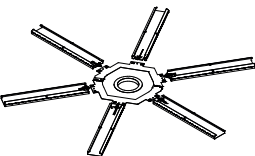

Fig 3
- 3- Prendre chacune des 6 pales et les insérer dans la partie mâle de l'anneau central (Fig. 3) et s'assurer que chaque pale est bien insérée dans l'anneau central (normalement un clic se fait entendre).